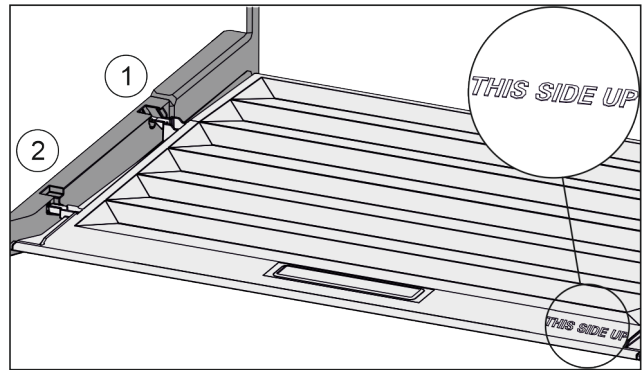

Fig. 97
- ▶ Вставити поперечні ребра через отвір заднього тримача Fig. 97 (1) і зафіксувати спереду у тримачі Fig. 97 (2).